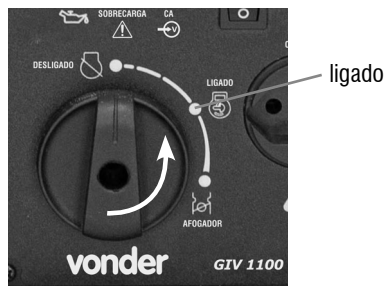

Fig. 21 – Etapa 4
f. Após o motor aquecer, posicione a chave seletora (19) para a posição LIGADO (conforme Fig. 21, posição “B”).